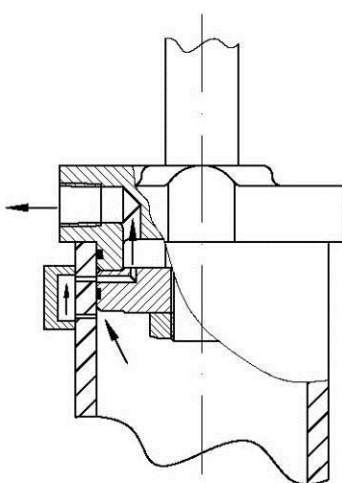

Рис.6.4.3. Масло проходит через цилиндр, обходя поршень
1. Удерживать рукоятку гидрораспределителя трактора в положении «подъем» несколько секунд, пока штоки всех цилиндров не выдвинутся полностью и агрегат не будет поднят. При этом масло будет обходить поршень каждого предыдущего, уже сработавшего цилиндра и заполнять последующий (рис. 6.4.3).